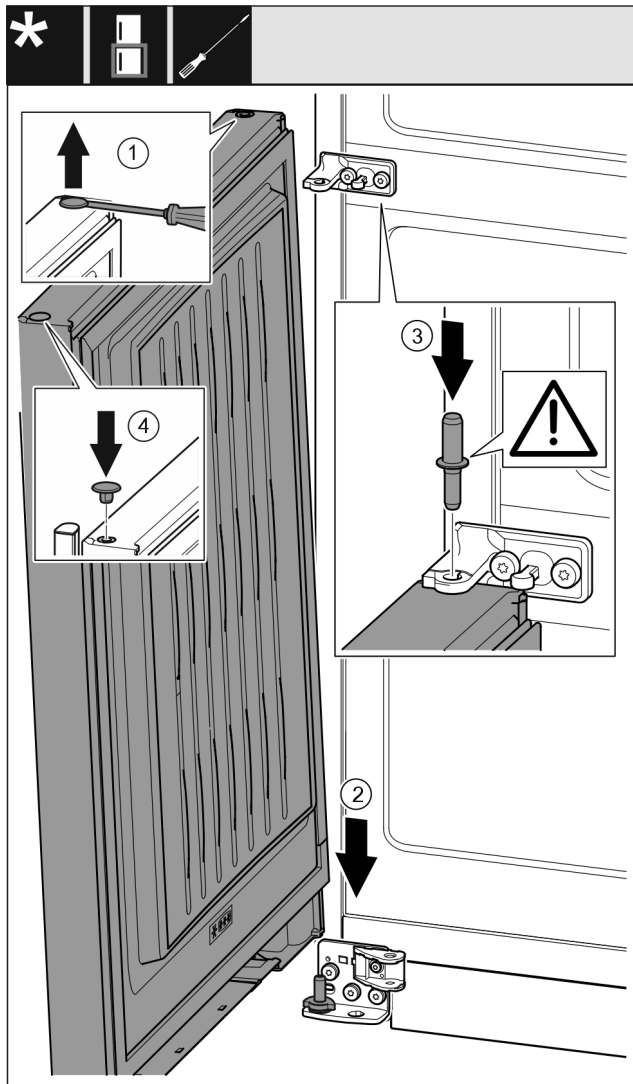

Fig. 48
- Soulever et retirer avec précaution les caches Fig. 48 (1) avec un tournevis plat.
- Placer la porte Fig. 48 (2) depuis le haut sur l'axe de palier inférieur.
- Insérer l'axe de palier central Fig. 48 (3) dans le support de palier central de la porte inférieure. Veiller à ce que l'ergot soit orienté vers l'arrière.
- Replacer les caches Fig. 48 (4) de l'autre côté de la porte.